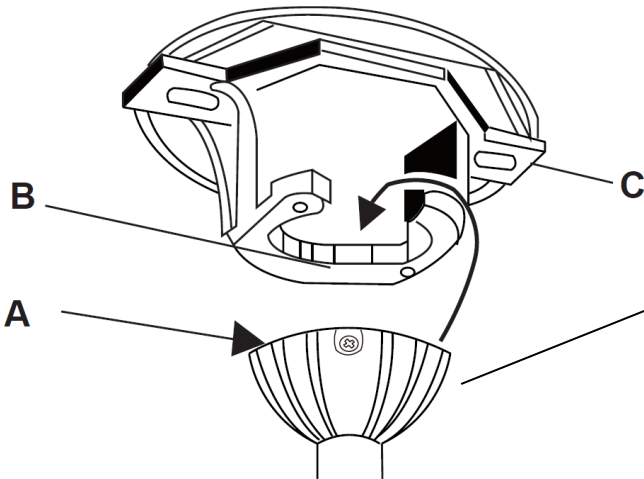

Fig. 7A
Alce el conjunto del ventilador para colgarlo en el soporte de techo. Asegúrese de que la ranura de llave (A) de la bola de suspensión esté posicionada sobre la clavija de llave (B) del soporte de techo (C) para evitar la rotación del ventilador cuando esté funcionando. (Fig.7A)